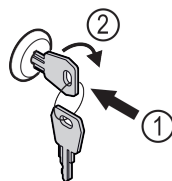

Fig. 161
- ▶ Įspauskite raktą. Fig. 161 (1)
- ▶ Pasukite raktą 90° pagal laikrodžio rodyklę. Fig. 161 (2)